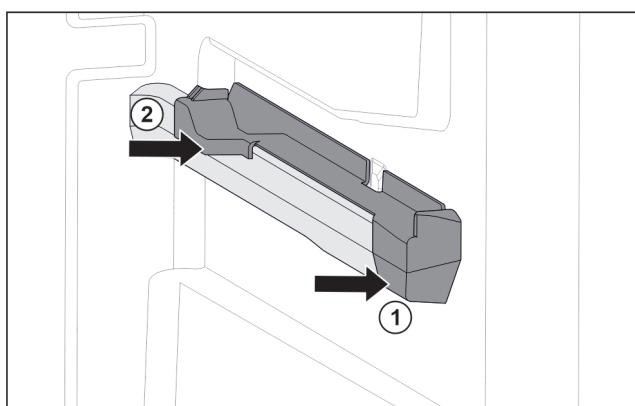

Fig. 119 Tillsats på den högra behållarens galler
- ▶ Sätt på tillsats i fram på behållarens galler. Fig. 119 (1)
- ▶ Tryck fast tillsats i bak. Fig. 119 (2)